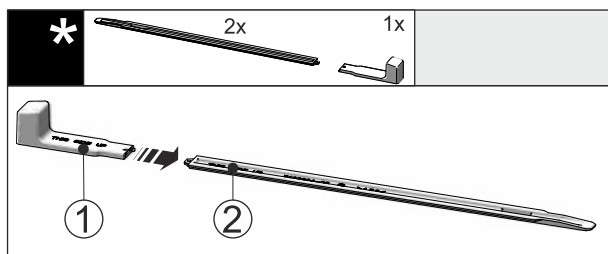

Fig. 48
- Inserire l'impugnatura di montaggio Fig. 48 (1) sulla guida di livellamento Fig. 48 (2).